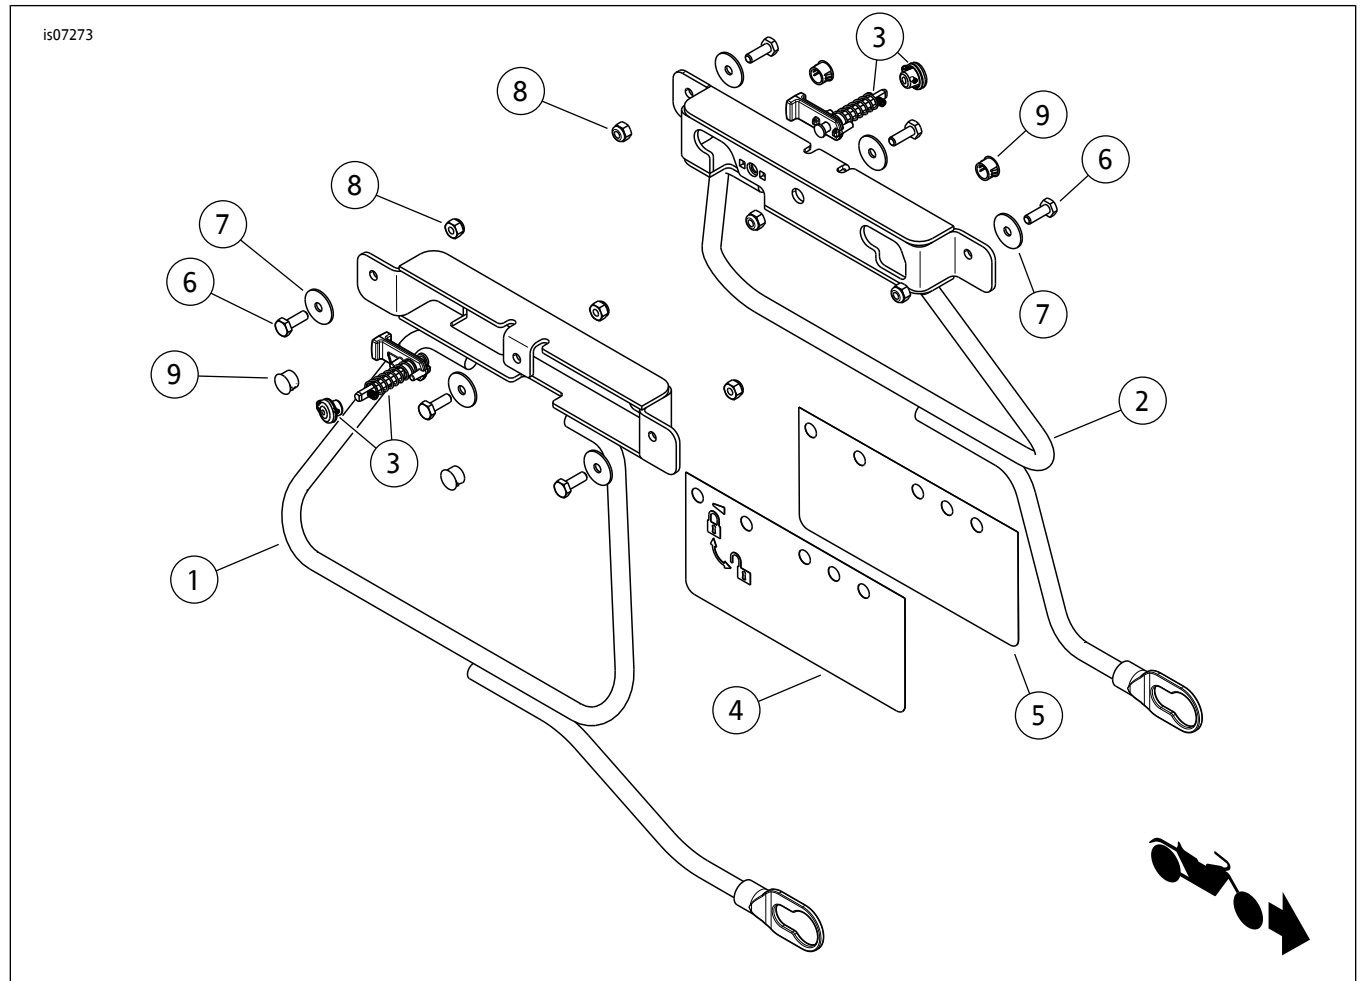

图7。维修零件：软尾可拆卸式边箱转换套件
- j. 参见图7。将插销( 3 )穿过安装架。将锁扣放在支架中，将方形安装凸耳与支架上的方形孔对齐。将弹簧安装在销和锁扣上。